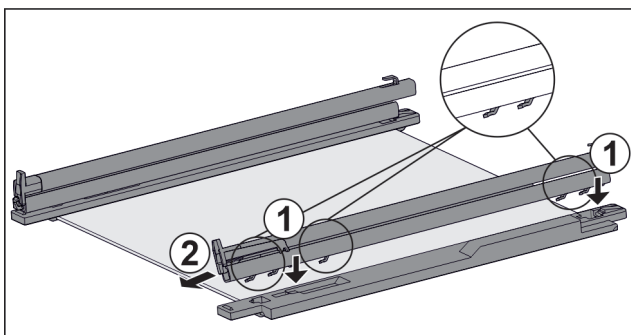

Fig. 38 Staklena ploča s vodilicama i pridržnim dijelovima
- ▶ Stavite kuke vodilice na otvore **lijevog** pridržnog dijela. Fig. 38 (1)
- ▶ Skinite vodilicu prema naprijed. Fig. 38 (2)
- ▶ Stavite kuke vodilice na otvore **desnog** pridržnog dijela. Fig. 38 (1)